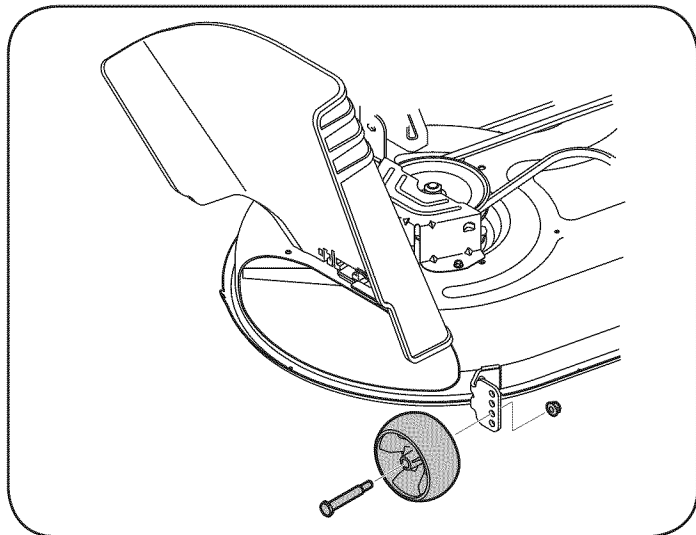

Figura 8
- a. Ajustar las ruedas de cubierta mediante la eliminación de la tuerca de la brida y tornillo que sujeta el hombro de cada rueda y llevarlos a uno de los agujeros que permite que las ruedas para estar entre ¼ pulgadas y ½ pulgada por encima del suelo cuando el tractor se encuentra en un suave, superficie plana, como un camino de entrada. Véase la figura. 8.